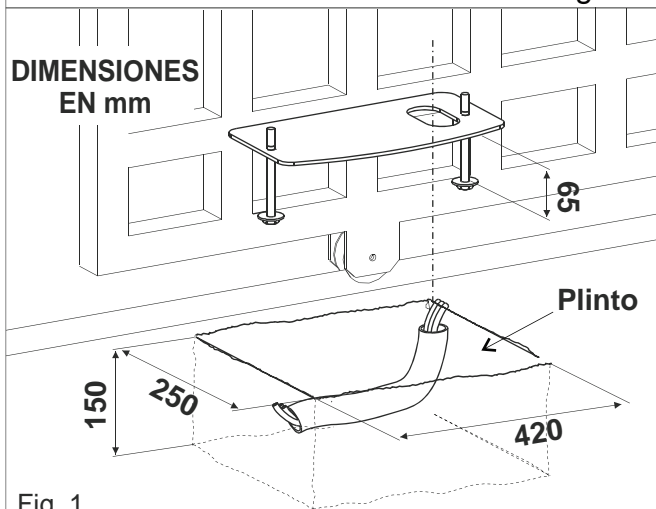

Fig. 1
2.1. Preparar, según las medidas que se muestran en la Fig. 1, una plataforma de hormigón en el cuyo interior se tapiará la placa de base mediante las tuercas de anclaje